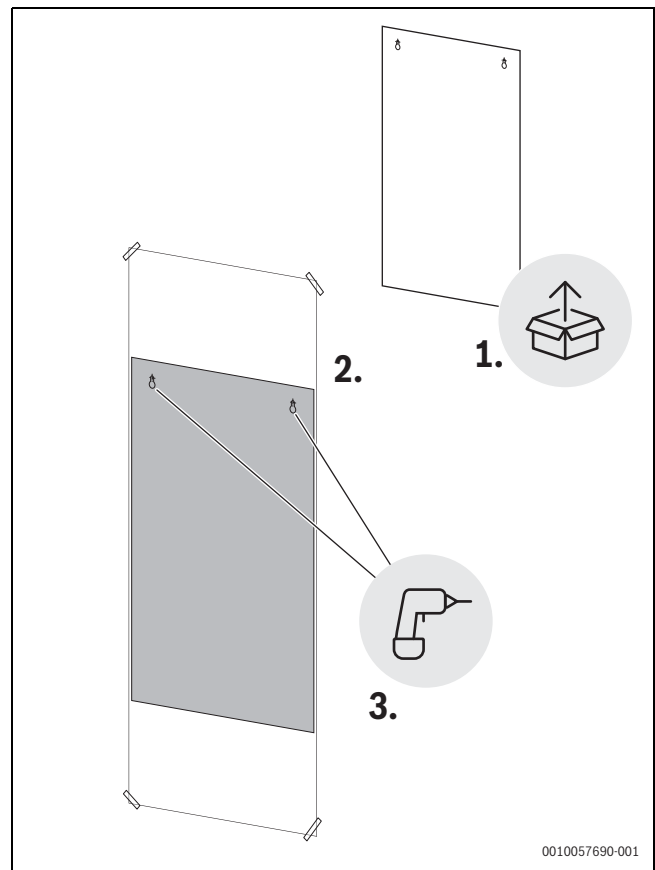

Bild 9 Bohrschablone
3. Die entsprechenden Bohrungen ($\varnothing 8$ mm) durch die Schablone an den Befestigungspunkten anbringen, wie auf der Schablone angegeben (Fig. 9).